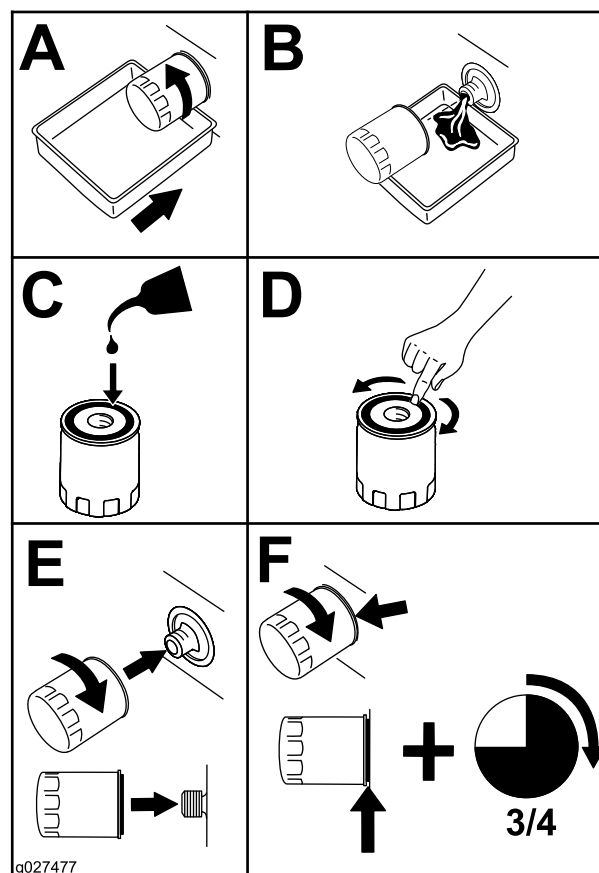

Figura 43
6. Sustituya el filtro de aceite del motor como se muestra en la Figura 43.